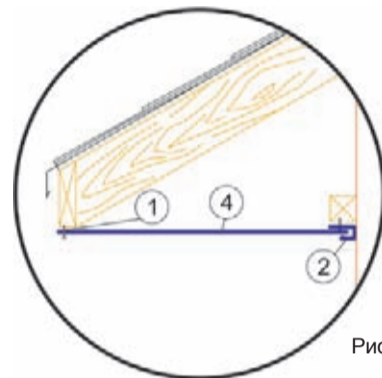
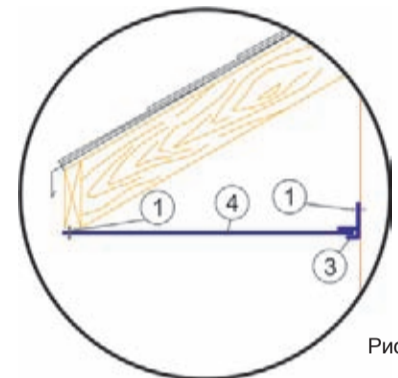

Рис. 3
Рис. 4
Вставьте софиты (4) в G-планки (2) (рис. 3) или F-планки (3) (рис. 4). Закрепите софиты (4) с помощью саморезов (1).